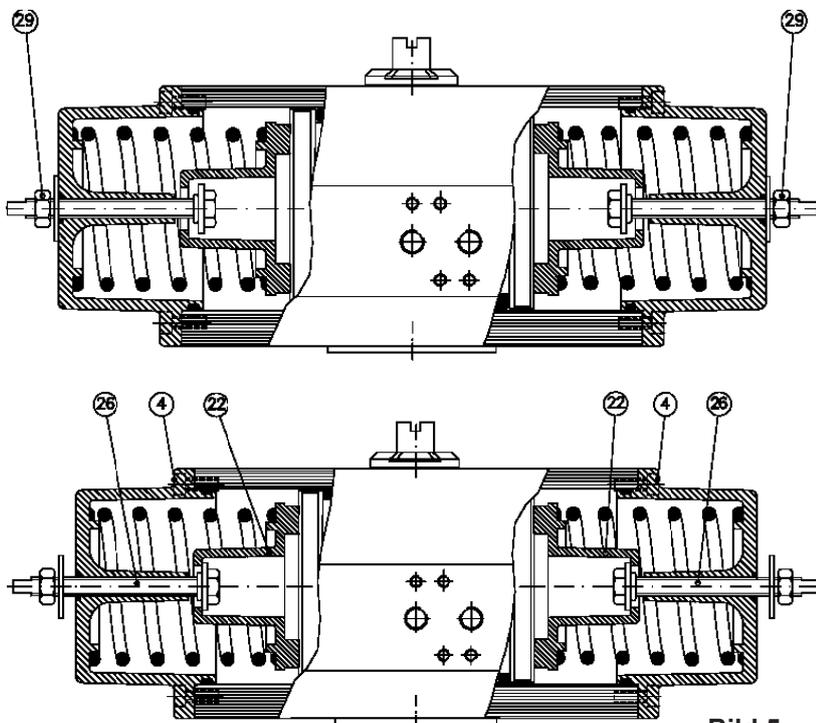

Bild 5
2. Kontrollieren, daß die Federn die Kolben zurück in die Ursprungslage drücken. Gem. Bild 5.
4. Die Kontermutter (29) lösen.
5. Beide Anzugsschrauben (26) im Uhrzeigersinn drehen, bis sie leicht gegen die Federführung (22) anliegt.
6. Die linke Anzugsschraube (26) gegen Uhrzeigersinn drehen, bis sie leicht gegen die Federführung (22) anliegt und das linke Federgehäuse durch lösen der Schrauben (4) abnehmen.